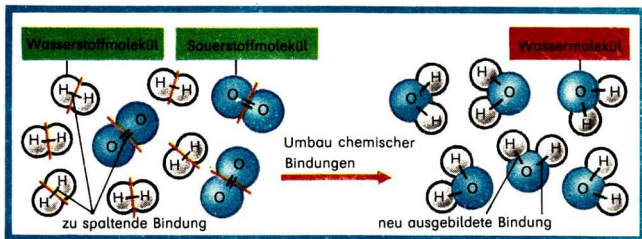

Abb. 38 Veränderung der Teilchen bei der chemischen Reaktion von Wasserstoff mit Sauerstoff
- Reagiert Wasserstoff mit Sauerstoff zu Wasser, werden die chemischen Bindungen in Wasserstoffmolekülen und Sauerstoffmolekülen gespalten und in Wassermolekülen neu ausgebildet (Abb. 38).